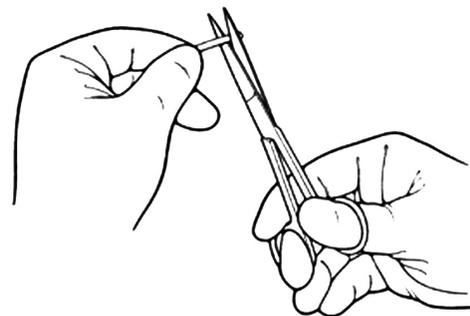

Abbildung 4-30. Schlauch kürzen
1. Die Schläuche werden mithilfe einer sauberen und scharfen Schere direkt auf die anatomischen Gegebenheiten des Patienten zugeschnitten (**Abbildung 4-30**).